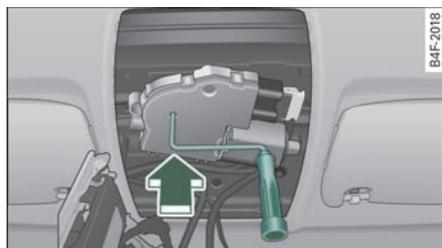

图 41 顶篷局部视图:
- 将曲柄插入六角孔内直至限位位置并转动 => 图 41。天窗关闭。